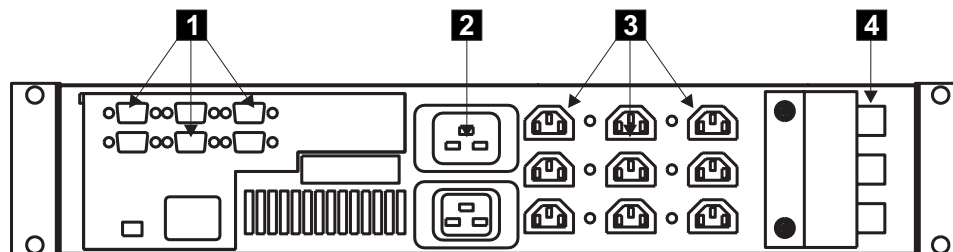

図 228. 2145 無停電電源装置 (背面図)
2. 2145 UPS (図 228) の後部で、SAN ボリューム・コントローラー **3** の電源ケーブルを切り離します。
3. シグナル・ケーブル (図 228 の **1**) を切り離します。
4. 主電源ケーブル (図 228 の **2**) を切り離します。